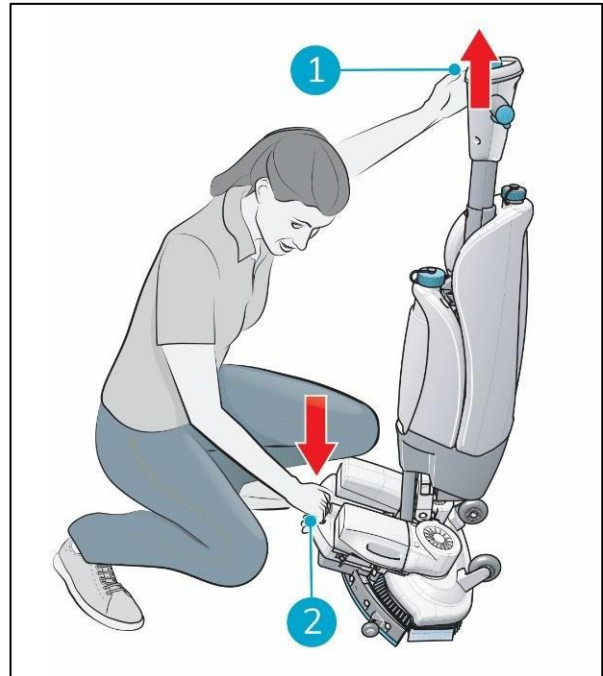

Abbildung 15
1. Gehen Sie in die Hocke und halten Sie das Scheuerdeck mit einer Hand fest (Abbildung 15, Pos. 2).
2. Drücken Sie den Griff mit der anderen Hand nach vorne (Abbildung 15, Pos. 1).